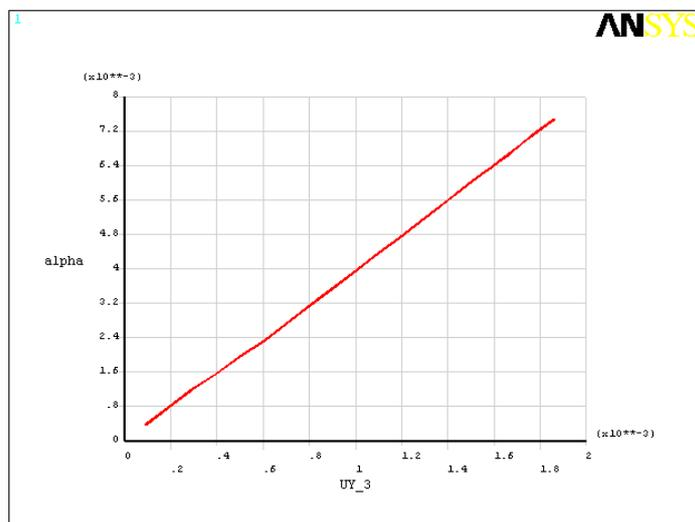

图7.25 修改后的坐标轴标签
(4) 在【X-axis label】文本框中输入 X 轴的标签【UY_3】，在【Y-axis label】文本框中输入 Y 轴的标签【alpha】，然后单击【OK】按钮关闭对话框。
(5) 在图形视窗中单击鼠标右键，选择【Replot】菜单，将重新绘制关系曲线，如图 7.25 所示。可以看出此时坐标轴标签已经修改过来了。